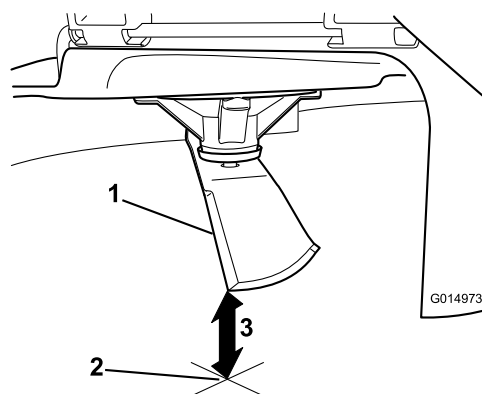

Рисунок 67
3. Измерьте расстояние от конца ножа до плоской поверхности (Рисунок 67).